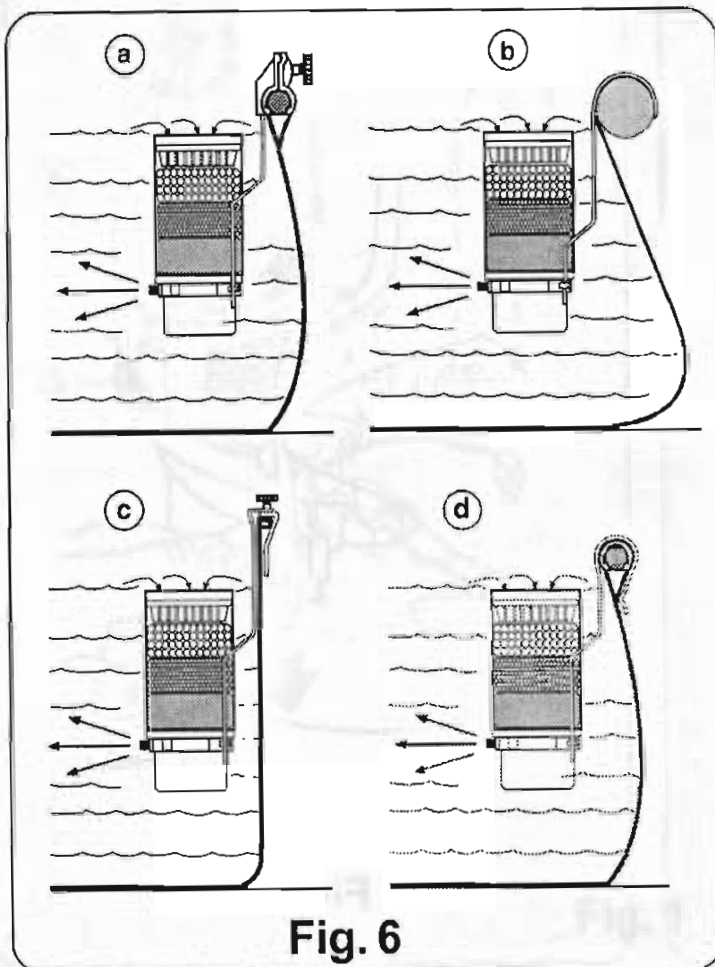

Fig. 6
- Den Apparat immer so ausrichten, dass er in senkrechter Position bleibt (Abb.6)
- Dazu die Klappen loslösen und den Skimfilter so lange gleiten lassen, bis der Schwimmer auf der Wasseroberfläche schwimmt (Fig.6)
- Die Schwämme von oben, **in richtiger Reihenfolge**, einführen, man beginnt mit dem Schwamm, der die kleinsten Löcher hat und endet mit dem Schwamm der die größten Löcher hat, dieser letztere muss sich also oben befinden (Abb. 6).
- Sich vergewissern, dass alles wie angegeben positioniert ist, siehe Schwammreihenfolge auf Abb.6.